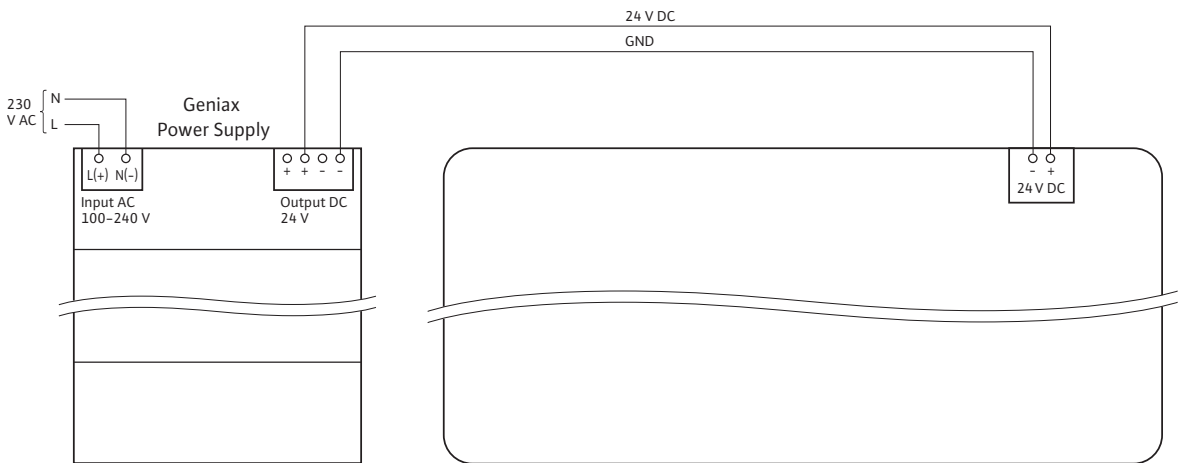

Fig.14-7: Anschluss Geniix BACnet Module an Netzteil Geniix Power Supply
Das Geniax Netzteil ist grundsätzlich **auf der linken Seite** des BACnet Modules zu positionieren (siehe Fig. 14-7). Dadurch ist die sichere elektrische Trennung zwischen der 230-V-AC-Seite und der 24 -V-DC-Seite der Kombination Schnittstellenmodul-Netzteil sichergestellt.
- Spannungsversorgung 24 V DC SELV vom Geniax Netzteil anschließen an die Klemmen "+" und "-" der Klemmengruppe "24V DC SELV" des BACnet Module (s. Fig. 14-7 und Tab. 14-4).